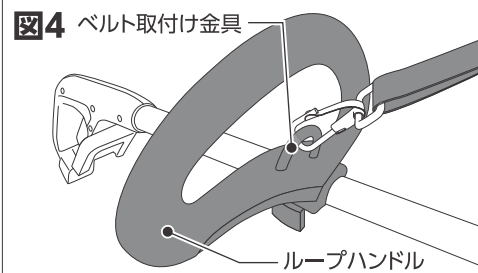

図5
- ③必要に応じて肩掛けバンドの長さを調節してください。(図5)
- ④フック及びワンタッチ安全バックルを引っ張って抜けないことを確認してください。